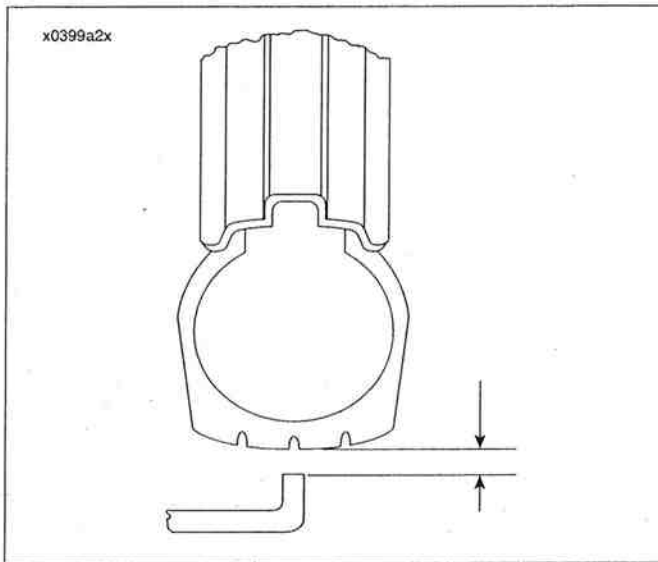

Figura 2-71. Revisión del descentramiento radial del neumático
1. Vea la Figura 2-71. Gire la rueda en el eje y mida el descentramiento radial del perfil.